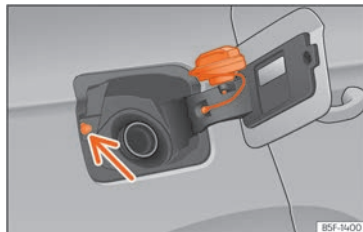

Fig. 221 Tapa del depósito con el tapón encajado.
Evite tocar el botón de bloqueo de la tapa de combustible » » **fig. 221** (flecha). El sistema entenderá que ha acabado y no podrá seguir repostando. Vuelva a pulsar la tecla  de la puerta del conductor para continuar.
- Colóquelo en el espacio que hay en la bisagra de la tapa abierta » » **fig. 221**.